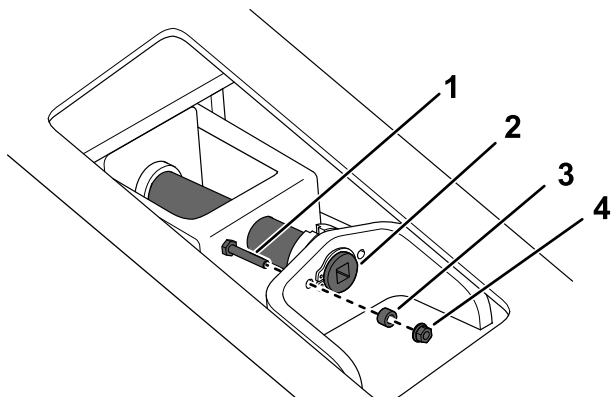
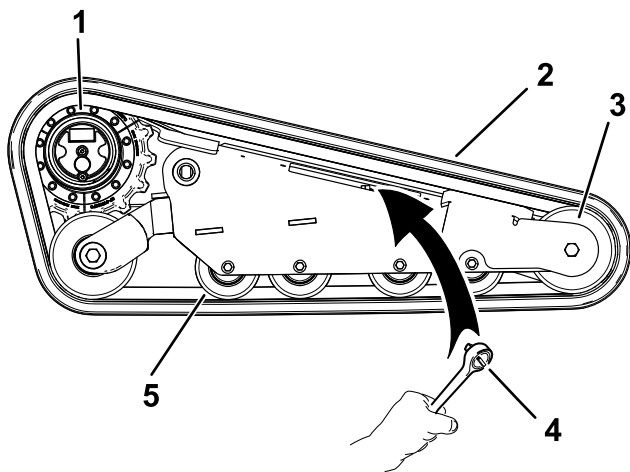

Рисунок 72
Рисунок 74
6. Удалите стопорный болт, проставку и гайку (Рисунок 72).
8. Совместите выемку на головке натяжного винта с ближайшим отверстием под стопорный болт и закрепите винт при помощи стопорного болта, проставки и гайки (Рисунок 72).
7. Используя ключ с храповым механизмом на $\frac{1}{2}$ дюйма, ослабьте натяжение привода, вращая натяжной винт по часовой стрелке (Рисунок 72 и Рисунок 74).
- Проложите новую гусеницу вокруг переднего направляющего колеса (Рисунок 74).
- Протолкните гусеницу под опорные катки и одновременно между ними и проложите ее вокруг заднего натяжного колеса (Рисунок 74).